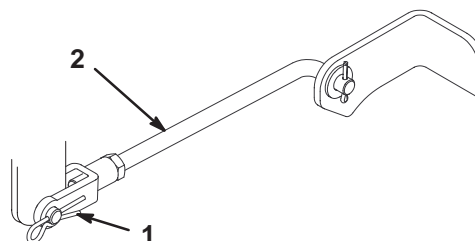

Figure 46
5. Enlevez la goupille fendue et l'axe de chape des tourillons avant (Fig. 46).
8. Fixez les tourillons avant à la machine à l'aide des axes de chape et des goupilles fendues (Fig. 46).